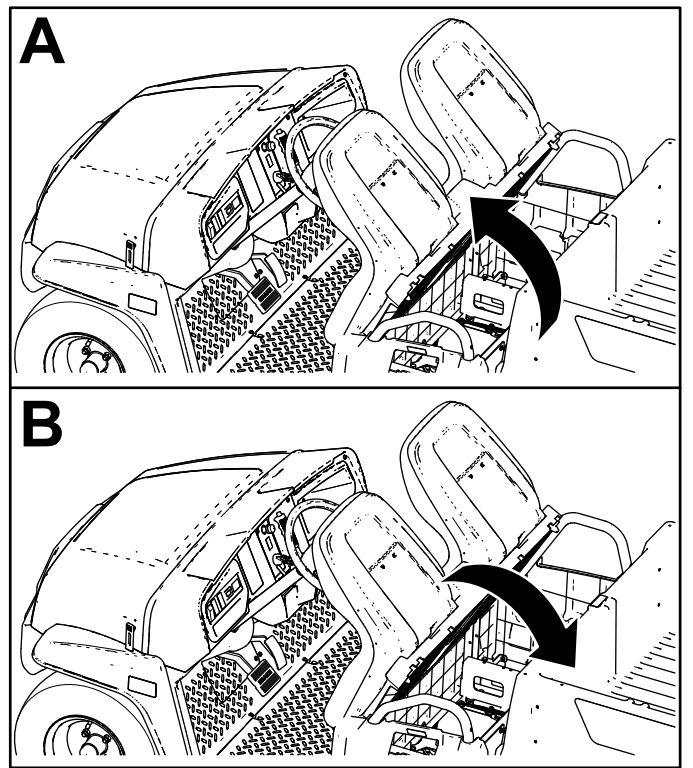

Bild 32
Schieben Sie den Sitz vorwärts, bis er am Lenkrad aufliegt, um ihn anzuheben (Bild 32).
Schieben Sie den Sitz rückwärts, bis er in der Ausgangsstellung ist, um ihn abzusenken (Bild 32).
1. Schieben Sie den Sitz vorwärts in die angehobene Stellung (Bild 32).